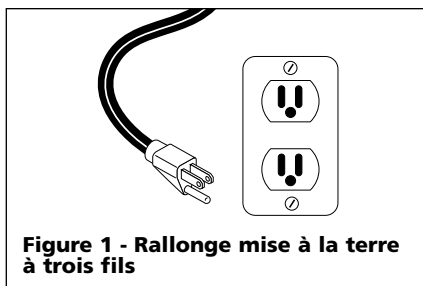

Figure 1 - Rallonge mise à la terre à trois fils
- Ce produit exige un circuit mis à la terre de 120V, 15 ampères et exige l'utilisation d'une rallonge en bon état à trois fils mis à la terre. (Voir la Figure 1). (Note : Voir le tableau plus bas pour connaître les bonnes longueurs de rallonges.) Si les prises d'alimentation électrique disponibles ne contiennent pas au cordon d'alimentation de cet appareil, faire installer la bonne prise par un électricien certifié.